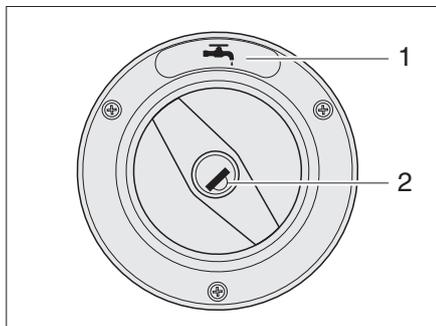
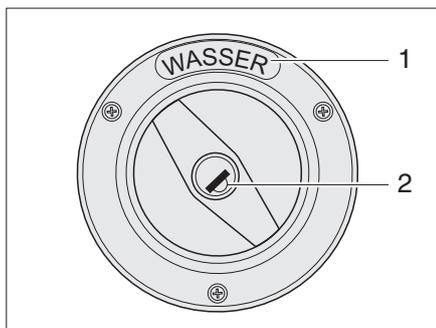

Fig. 15 Couvercle de fermeture du bec de remplissage d'eau fraîche (variante 1)
Fig. 16 Couvercle de fermeture du bec de remplissage d'eau fraîche (variante 2)
Le bec de remplissage d'eau fraîche est désigné par le symbole "WASSER" (Fig. 15,1) ou l'inscription "WASSER" ("EAU") (Fig. 16,1).
- ▶ Insérer la clé dans le barillet (Fig. 15,2 ou Fig. 16,2) et la tourner dans le sens inverse des aiguilles d'une montre.